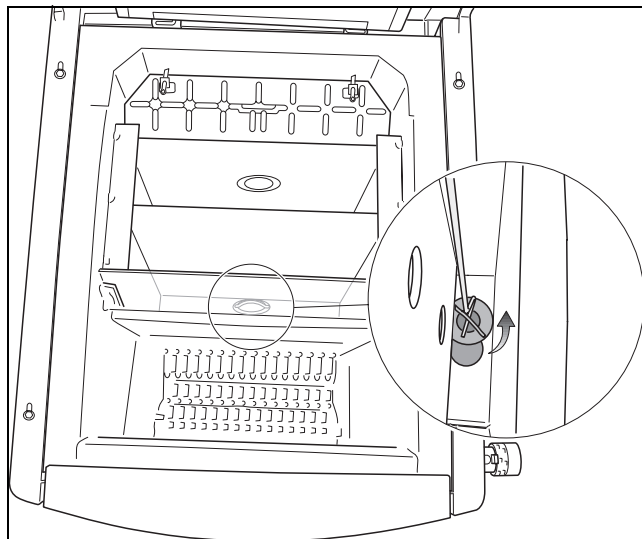

Bild 33 Reinigungsdeckel entfernen
- ▶ Vor dem Entzünden des Feuers prüfen, ob die Reinigungsöffnung (→ Bild 33, Seite 24) am Boden der Aschenkammer durch den Reinigungsdeckel geschlossen ist. Die Asche wird beim Reinigen des Heizkessels durch die Reinigungsöffnung aus den Heizgaszügen entfernt.